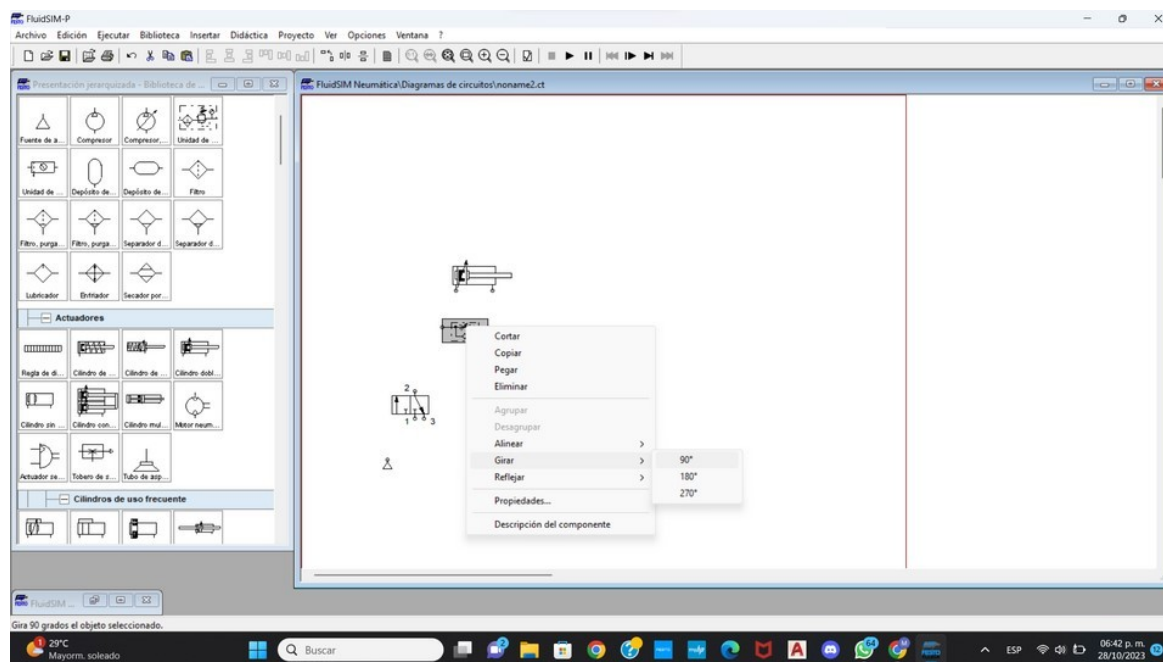

Ilustración 1.9
Paso 4.- Daremos doble clic en la válvula estranguladora antirretorno y la giraremos a 90 grados. (Ilustración 1.9).